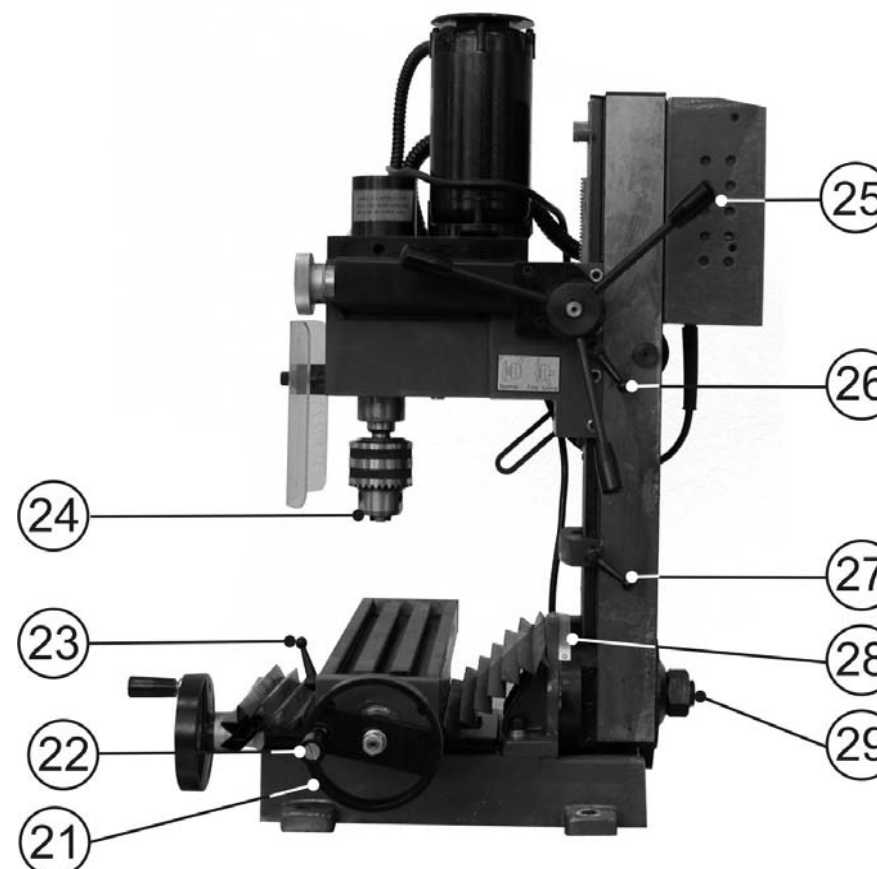

Рис. 4
Проверьте с помощью осторожного поворота маховика продольной подачи стола (21), Рис. 4, плавность и равномерность продольного перемещения стола.
9.1.3. Проверьте еще раз плавность и равномерность продольного перемещения стола, поворачивая маховик продольной подачи стола (21), Рис. 4. Движение должно быть равномерным и плавным по всей длине перемещения стола.